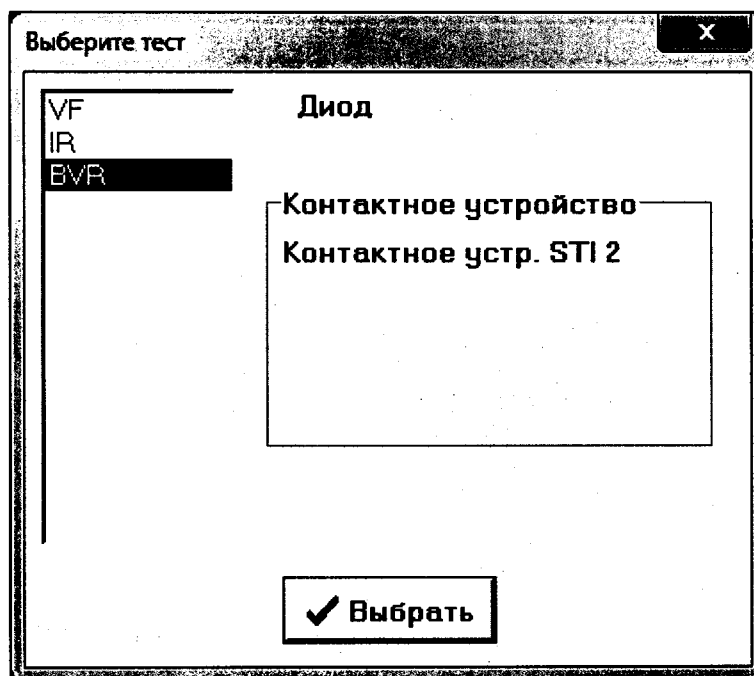

Рисунок 18 – Выбор элемента списка BVR.
- е) В появившемся окне (рисунок 18) выберите BVR, нажмите Выбрать.